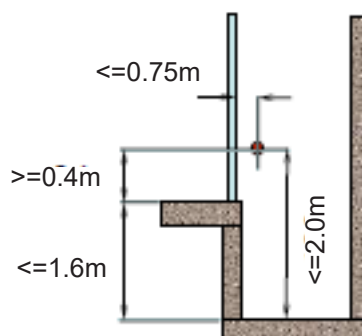

Bild 8.1: Placering av stoppknapp om grop $\leq 1,6\text{m}$
- 8.1 Om schaktgropen är grundare än 1,6m (se bild 8.1 till vänster nedan):